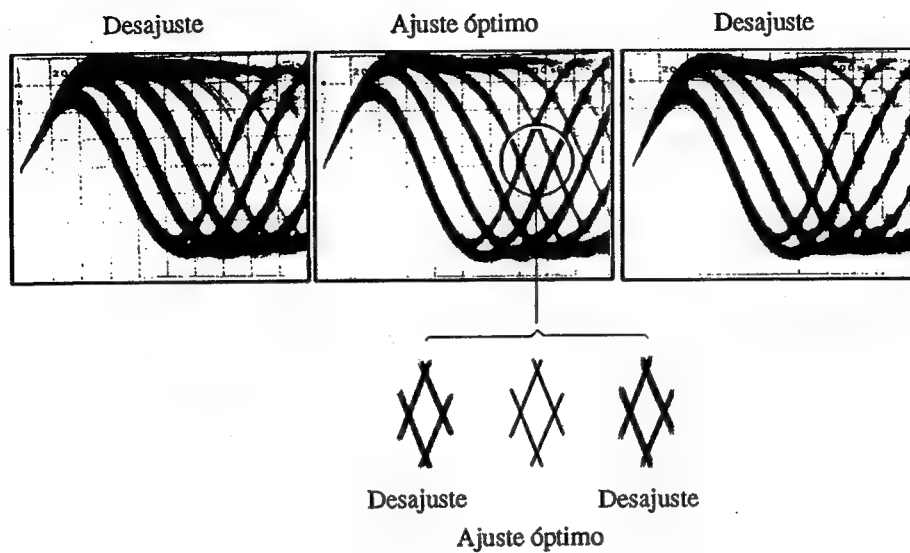

Figura 5 Patron optico
3. A continuación, ajuste el tornillo de ajuste de inclinación tangencial con una llave hexagonal M 3 mm hasta que el patrón ocular (la forma de diamante del centro de la señal de RF) pueda verse con la mayor claridad (figura 5). Para un tipo de reproducción múltiple de disco compacto, emplee un destornillador Phillips.